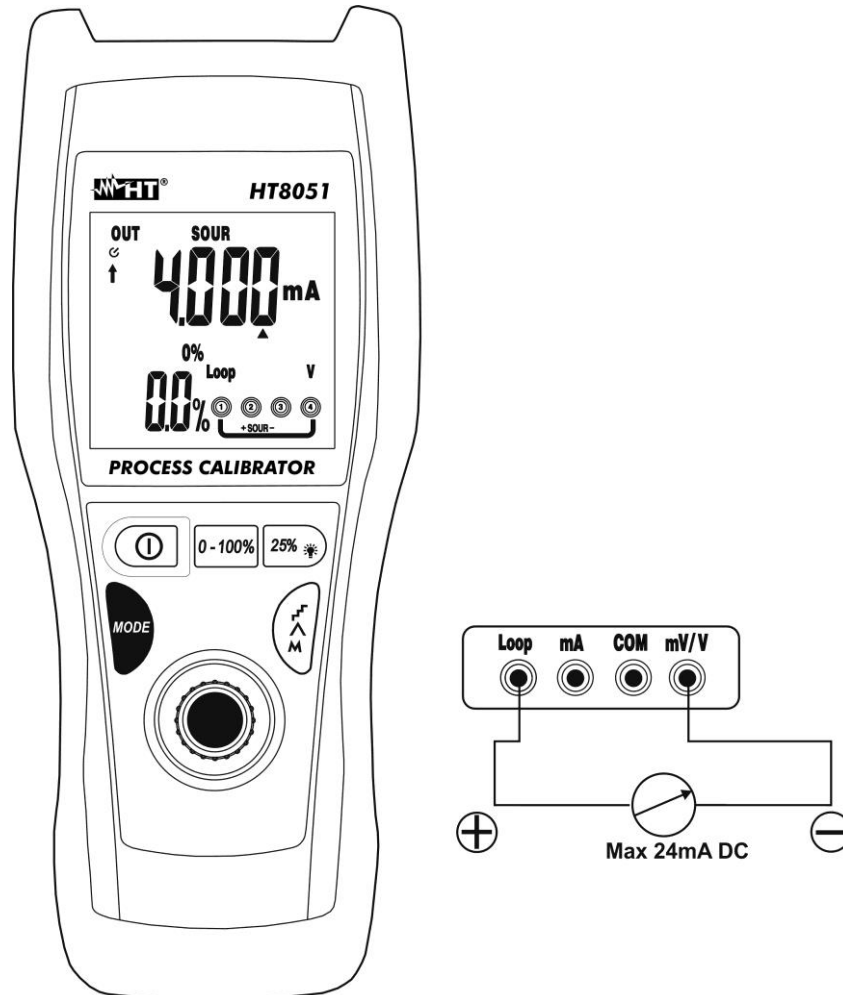

Fig. 6: Gerção de Correntes CC
5. Colocar a ponteira verde e a ponteira preta, respectivamente, nos pontos com potencial positivo e negativo do dispositivo externo que deve receber a alimentação (ver Fig. 6).
6. Para a geração do valor negativo da corrente rodar as ponteiras de medida no sentido oposto em relação à ligação da Fig. 6